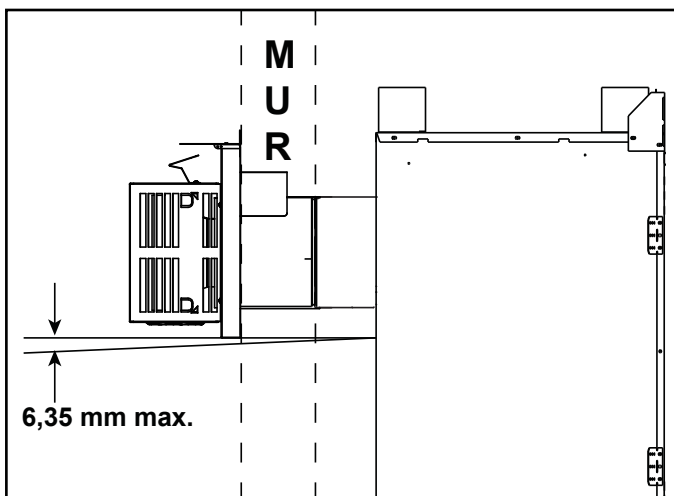

Figure 4.8
- Le chapeau de l'extrémité horizontal devrait avoir une inclinaison vers le bas de 6,35 mm afin de permettre à toute humidité du chapeau d'être libérée. Voir la figure 4.8.